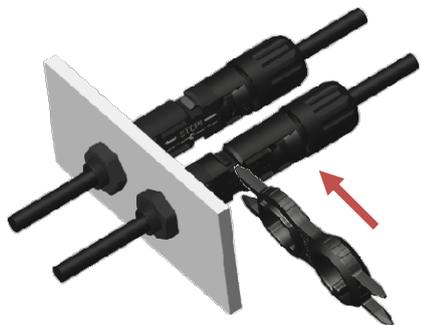

Figure 22
- ◇ 使用组装工具(类似 JKT-05)带有插销的一端插入连接器的卡扣位置(如图 22)
Insert the forks into the buckle of the cable connector by the assembly tool such as tool JKT-05 (Fig. 22)